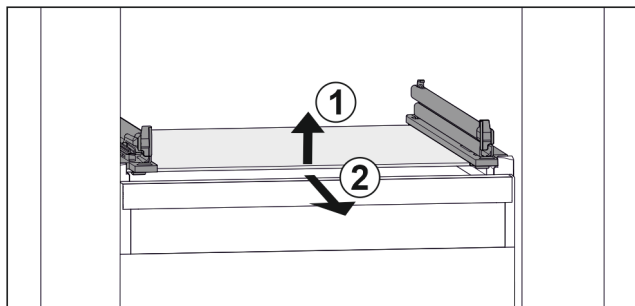

Fig. 47 Az üveglap példaként szolgáló ábrázolása
- ▶ Emelje meg az üveglap elejét. Fig. 47 (1)
- ▶ Vegye ki az üveglapot előre felé. Fig. 47 (2)